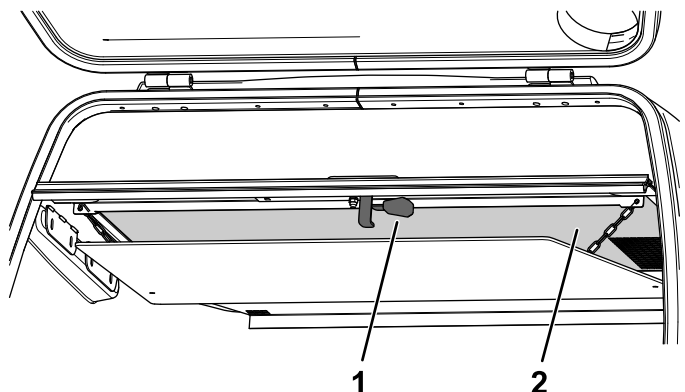

図 138
2. ホッパースクリーンの下部解放レバーを下に引く 図 138。